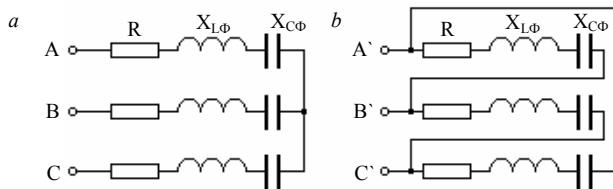

Рис. 10.1
*Определить:* фазные и линейные токи, мощности  $P$ ,  $Q$ ,  $S$  всей нагрузки. Построить топографическую диаграмму. Задачу решить для случаев, когда приемники энергии соединены звездой (рис. 10.1, a), а затем треугольником (рис. 10.1, b). Сравнить полученные результаты.